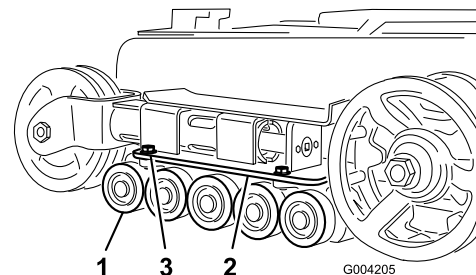

Bild 47
2. Nehmen Sie die vier Schrauben ab, mit denen die untere Kettenführung (die die Straßenräder enthält) befestigt ist, und nehmen Sie diese ab (Bild 47).